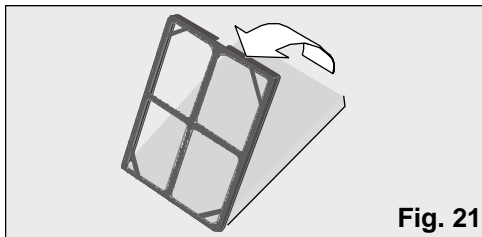

Fig. 21
- Verifieer of de reinigingsfilter goed geplaatst is in het positie-element, is dit niet zo, dan installeer het dan zoals te zien is in **fig. 21**. De donkere kant van de filter moet zo geplaatst worden dat deze in contact is met het positie-element.